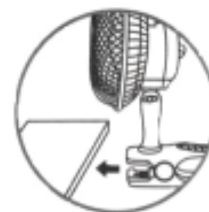

Fig. 3
4. Il ventilatore può essere fissata a piastre piane (vedi Fig. 3)